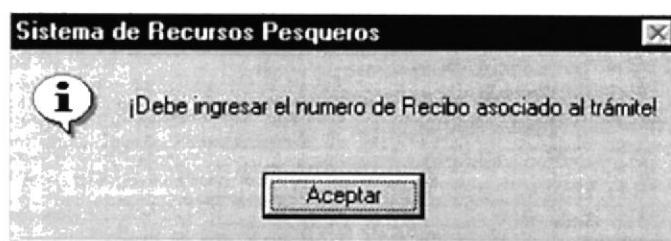

Figura 10.18 Mensaje de falta número de recibo
7. Si ha realizado un ingreso y no ingreso el número del recibo de caja, se mostrará el siguiente mensaje (ver figura 10.18).